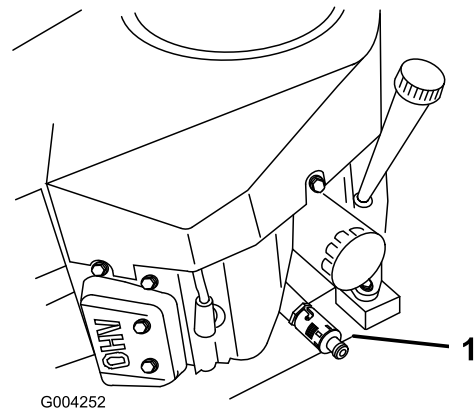

Figura 32
- Aplique una capa fina de aceite nuevo a la junta de goma del filtro nuevo (Figura 32).
- Instale el filtro de repuesto en el adaptador de filtro; gire el filtro en el sentido de las agujas del reloj hasta que la junta de goma entre en contacto con el adaptador del filtro, luego apriete el filtro tres cuartos de vuelta más (Figura 32).
- Retire el filtro de aceite usado (Figura 32).